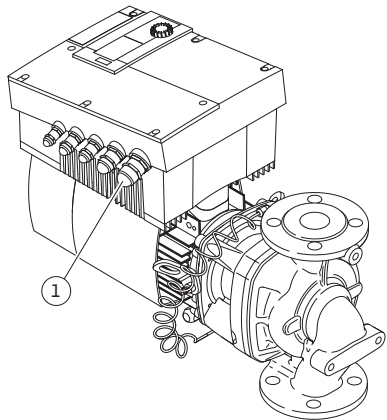

Fig. 25: Atornillado de los cables NPT $3/4$ "
- La conexión eléctrica se tiene que realizar con un cable fijo de conexión a la red, que esté provista de un dispositivo de conexión o un interruptor de toda fase con un ancho de apertura mínima de $1/8$ " (3 mm). Solo deben utilizarse conductores de cobre de 140/167°F (60/75°C). El cable de conexión a la red tiene que conducirse a través de una fijación atornillada NPT $3/4$ " (Fig. 25, Pos. 1). Sección transversal que se tiene que mantener: